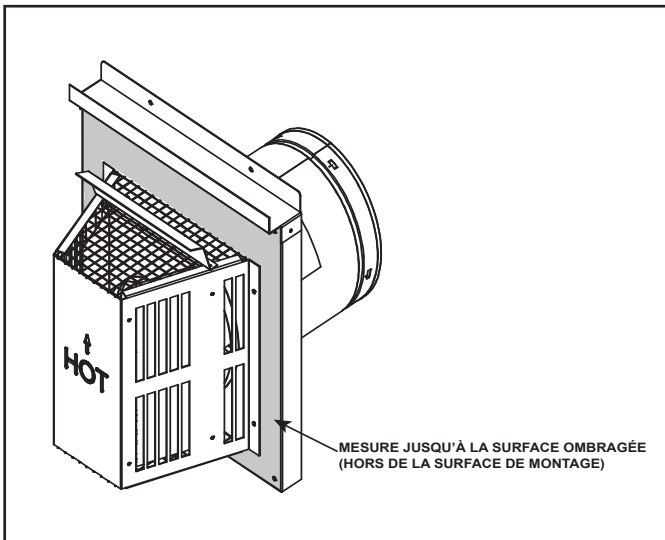

Figure 4.7 Mesure à la surface extérieure de montage
- Les extrémités horizontales sont mesurées par rapport à la surface de montage extérieure (bride du chapeau de l'extrémité) (voir la figure 4.7).